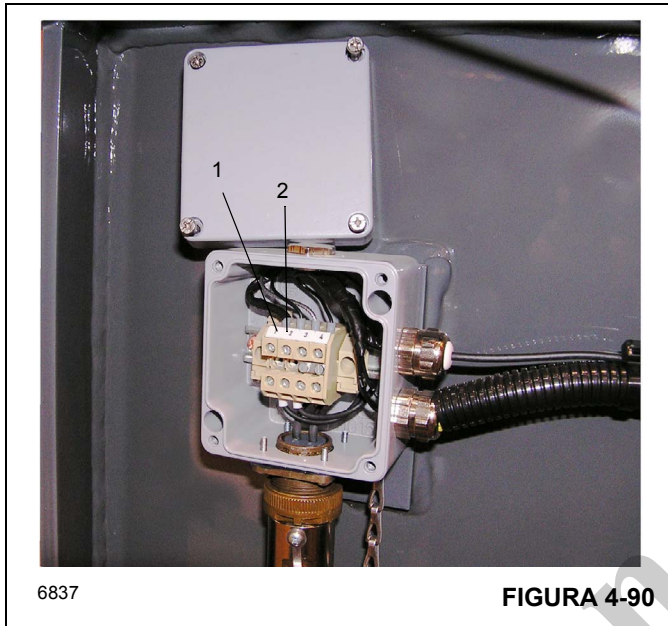

FIGURA 4-90
- d. Conecte o fio "SHD" (Figura 4-90, 1) ao terminal 1 e o fio "CORE" (Figura 4-90, 2) ao terminal 2.